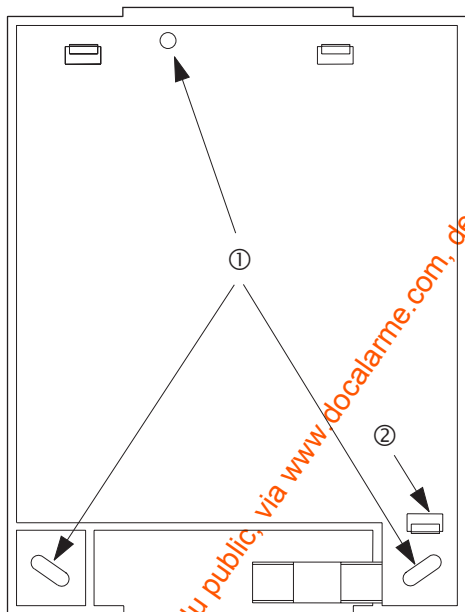

Figure 7. Emplacement des trous de fixation
① Appuyez ici et retirez le cache du socle
2. Appuyez sur le coin droit inférieur du socle jusqu'à ce que le verrou droit inférieur libère la carte (voir Figure 7).
4. Maintenez le socle contre la surface de fixation et marquez les 3 trous de fixation (voir Figure 7). Laissez au moins 25 cm au-dessus du récepteur pour l'antenne.